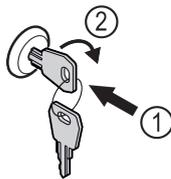

Fig. 82 Représentation à titre d'exemple
- ▶ Insérer la clé Fig. 82 (1).
- ▶ Tourner la clé à 90° dans le sens horaire Fig. 82 (2).